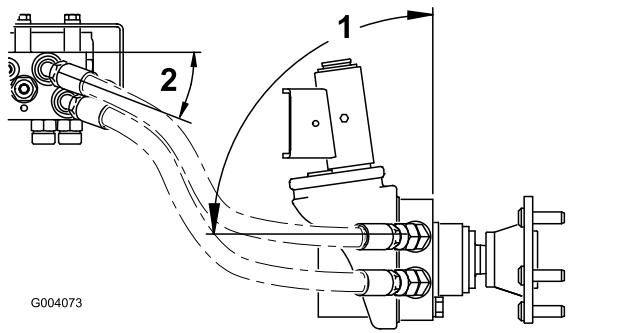

Figura 8
3. Repita o procedimento para o motor da roda direita. Posicione as mangueiras como se mostra na Figura 8 e aperte todos os encaixes da mangueira.